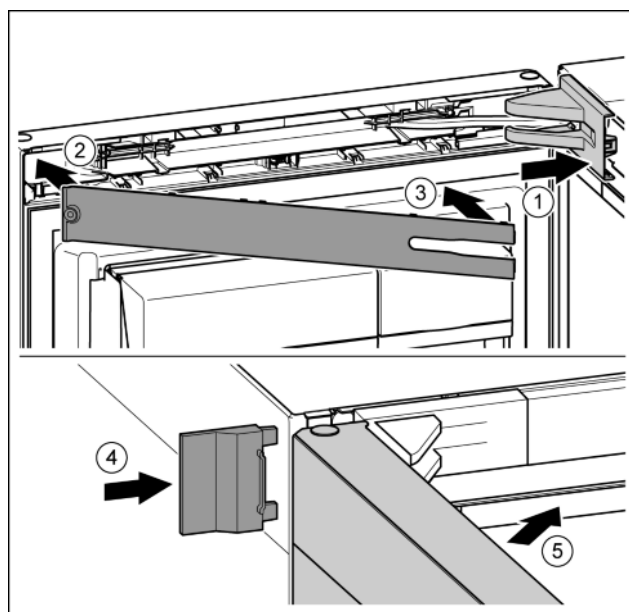

Fig. 46
- ▶ Встановіть та зафіксуйте кришку опорного кронштейна, у разі необхідності — обережно розтисніть. Fig. 46 (1)
- ▶ Встановіть накладку. Fig. 46 (2)
- ▶ Поверніть і зафіксуйте накладку. Fig. 46 (3)
- ▶ Насуньте зовнішню кришку. Fig. 46 (4)
- ▶ Закрийте верхні дверцята. Fig. 46 (5)